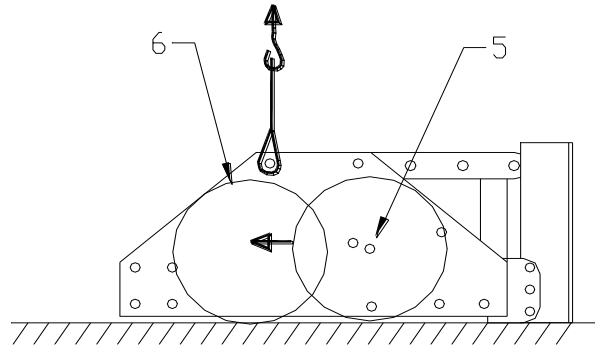

Fig. 2.
4. Lägg maskinen horisontellt på ett plant underlag enligt Fig.2.
Se bild 2: